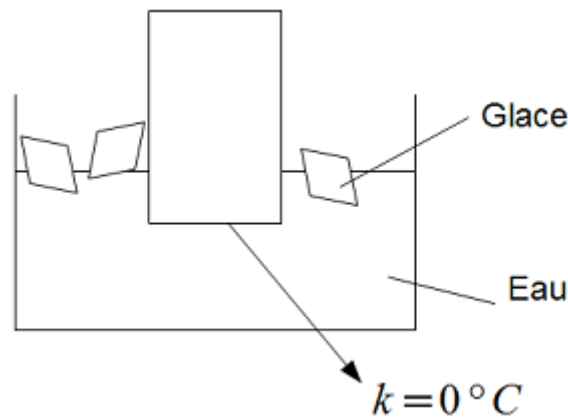

FIGURE 4.1 – Mélange d'eau et de glace (mélange à  $0^\circ \text{C}$ )
- $T_e$  = température de l'interface (Voir *Figure 4.1*)